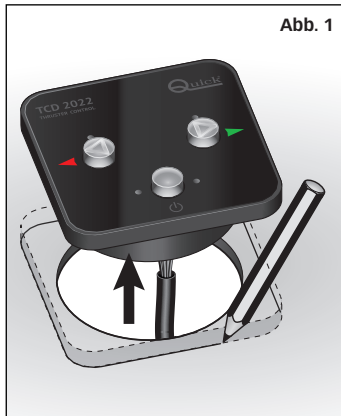

Abb. 1
- Um eine schiefe Positionierung der Steuerung zu vermeiden, empfehlen wir, sie in die Bohrung einzusetzen, ohne das Schutzpapier von der Dichtung zu entfernen. Nachdem die korrekte Ausrichtung zum Armaturenbrett überprüft wurde; (**Abb. 1**) den Umfang der Steuerung mit einem Bleistift nachzeichnen; Die Steuerung entnehmen.